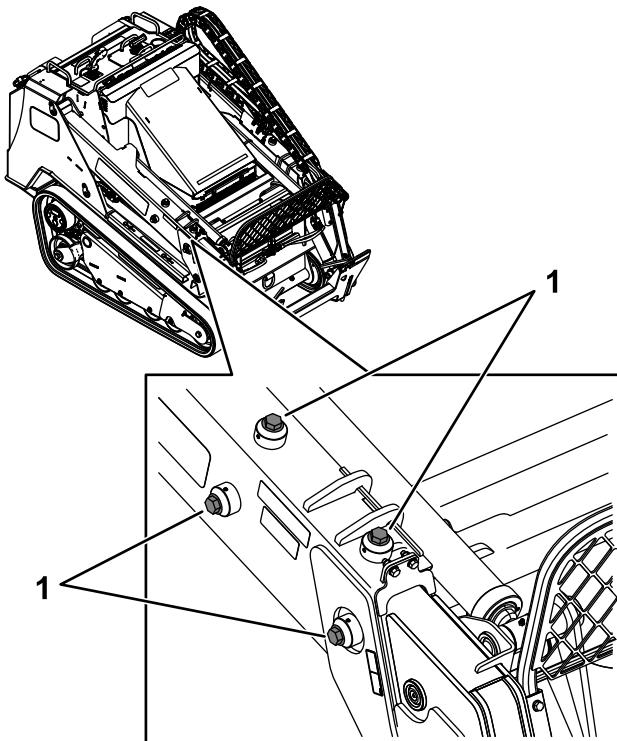

Figura 83
3. En cada brazo de carga, afloje el tornillo de fijación de los 4 tornillos de ajuste (Figura 83).